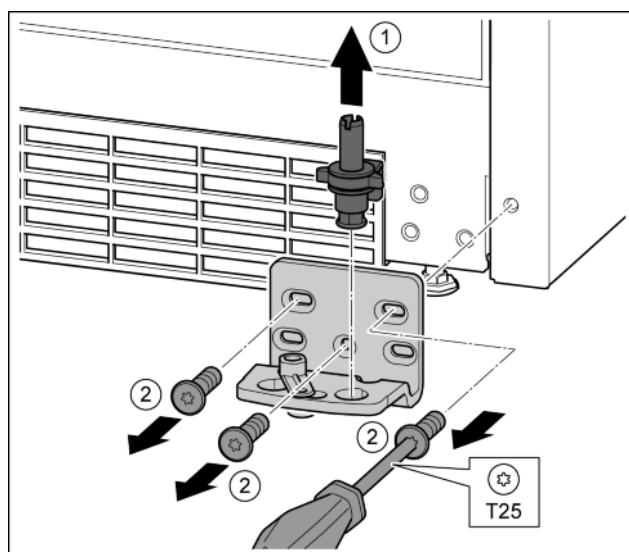

Fig. 14
- ▶ Вынуть вверх опорный палец в сборе. Fig. 14 (1)
- ▶ Открутить винты отверткой T25 и снять опорный кронштейн. Fig. 14 (2)